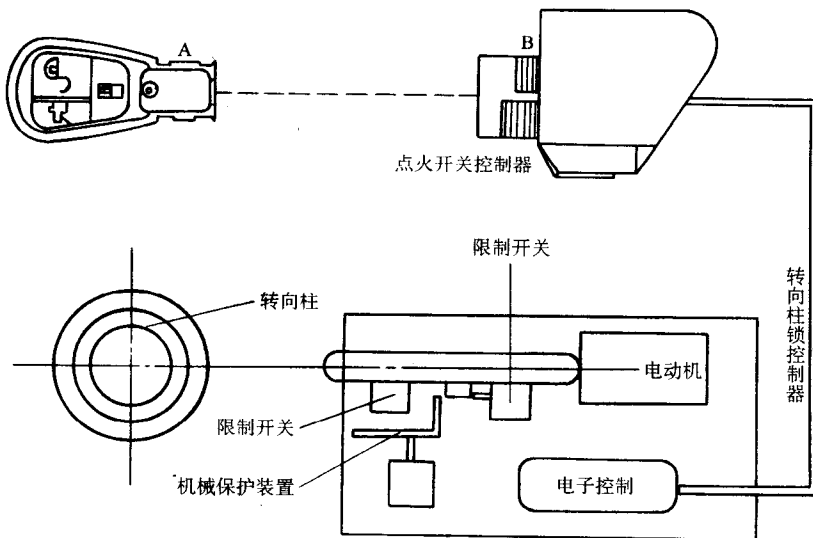
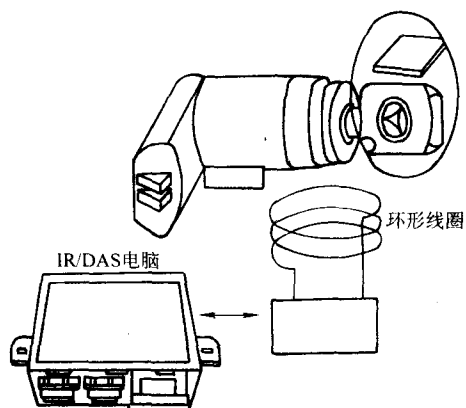

图 6-38 转向柱锁控制器示意图
图 6-40 环形线圈与 IR/DAS 电脑之间的通信
(3) 转向柱锁控制器示意图，如图 6-38 ~ 图 6-40 所示。